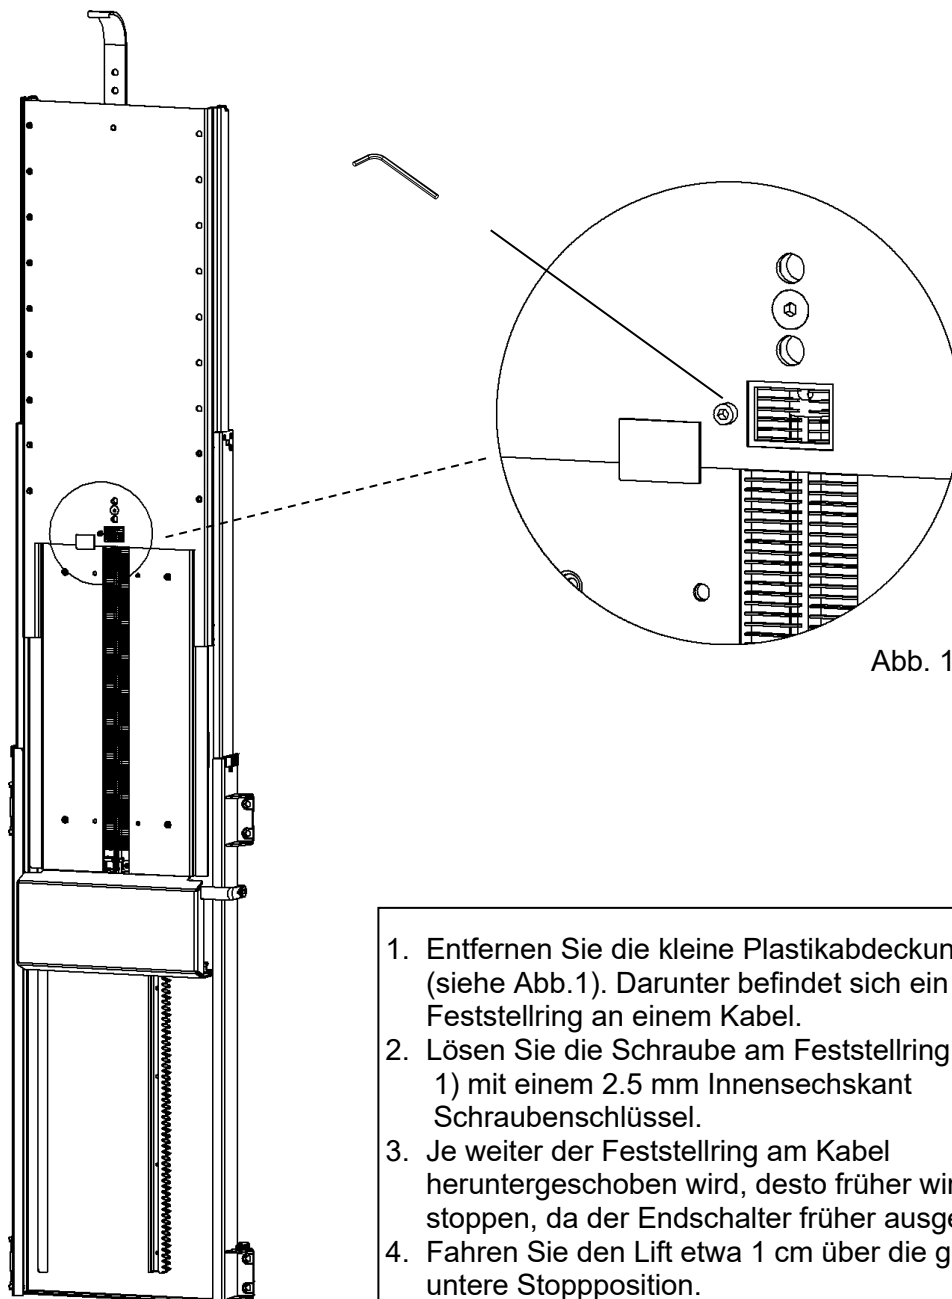

Abb. 1
1. Entfernen Sie die kleine Plastikabdeckung (siehe Abb.1). Darunter befindet sich ein Feststellring an einem Kabel.
2. Lösen Sie die Schraube am Feststellring (siehe Abb. 1) mit einem 2.5 mm Innensechskant Schraubenschlüssel.